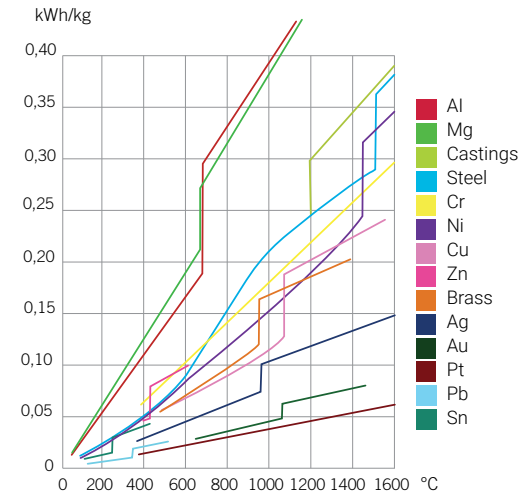

Abb. 1. Wärmeinhalt für verschiedene Werkstoffe.
Durch eine Spule fließender Wechselstrom erzeugt ein Magnetfeld. Die Stärke dieses Feldes schwankt in Abhängigkeit von der durch die Spule fließenden Stromstärke. Das Magnetfeld ist auf den von der Spule umschlossenen Bereich konzentriert; sein Ausmaß hängt von der Stärke des Stroms und der Anzahl der Wicklungen in der Spule ab. (Abb. 1)
Schritt 1 Bestimmen Sie die spezifische Wärmekapazität des Werkstoffs. Abb. 1 zeigt Kurven für einige weit verbreitete Werkstoffe.